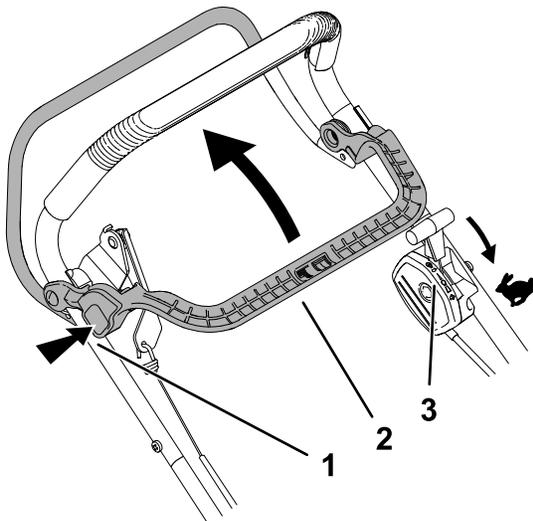

Figura 16
1. Certifique-se de que a alavanca de controlo do acelerador está na posição RÁPIDO (Figura 16).
2. Pressione o botão do trinco da embraiagem do travão da lâmina (blade brake clutch – BBC) e empurre a alavanca de controlo BBC para trás contra a pega (Figura 16).